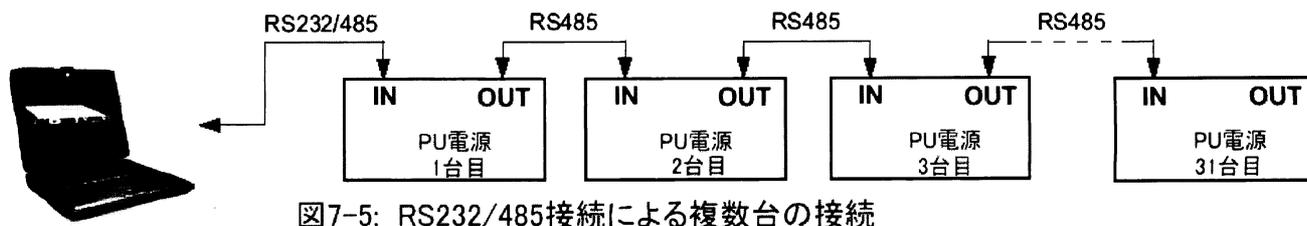
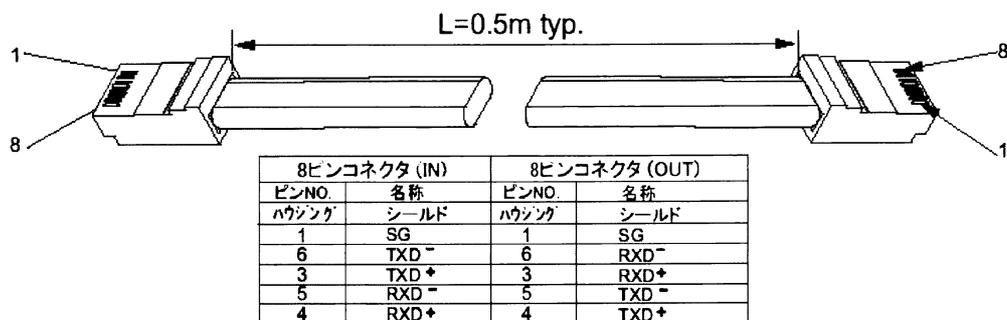

図 7-5: RS232/485接続による複数台の接続
図 7-6: RJ-45 シールドコネクタ付きシリアルリンクケーブル
- 1台目の電源接続: 電源からコントローラ(PC) への接続については 7.4.1 項をご参照下さい。
- 他の電源接続: バス上の他の電源は RS485 インターフェースで接続します。接続例については図 7-5 を参照下さい。
- リアパネルの設定スイッチ SW1-6 を上向き (UP) に設定します。
- 各電源に添付されているリンクケーブル (図 7-6 参照) を使って、各電源の OUT 端子から次の電源の IN 端子に接続します。